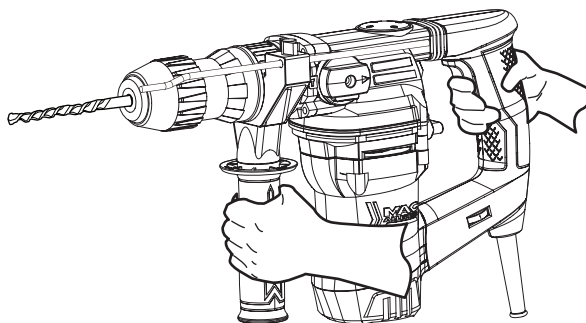

Fig. 7
- > Tenez toujours le produit en le tenant par ses poignées. Afin d'assurer une bonne prise, les poignées doivent rester sèches (Fig. 7).